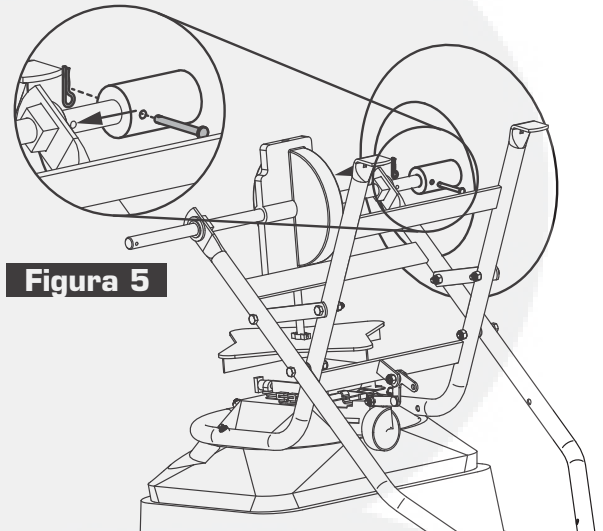

Figura 5
5. Busque el orificio en el eje que esté más próximo al cojinete del eje y la arandela. Instale la rueda (vástago de válvula) en el eje como se muestra en la Figura 5. Proceda a alinear el orificio de la rueda con el semieje. Empuje el pasador de horquilla a través del orificio y colóquelo en su lugar usando el pasador de chaveta.